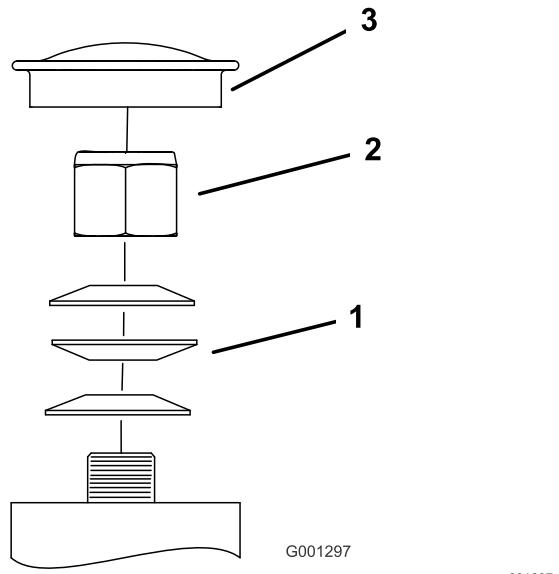

Figura 56
3. Retire el tapón guardapolvo de la rueda giratoria y apriete la contratuerca (Figura 56).
4. Apriete la contratuerca hasta que las arandelas de muelle estén planas, luego afloje  $\frac{1}{4}$  de vuelta para establecer la pre-carga correcta de los cojinetes (Figura 56).
5. Coloque el tapón anti-polvo (Figura 56).